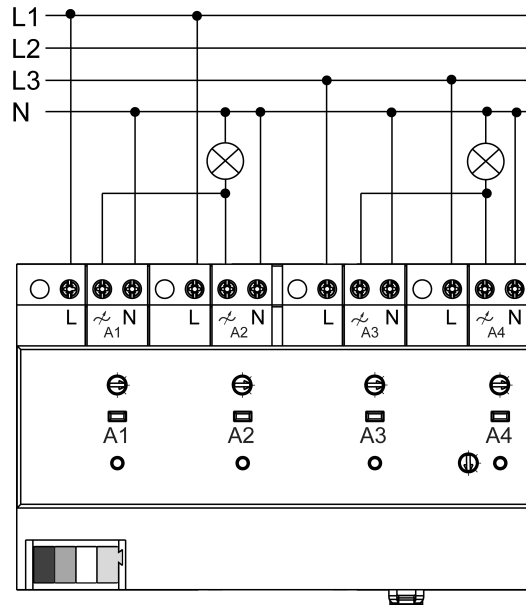

Figura 4: Esempio di connessione con due uscite parallele
- Collegare i carichi secondo l'esempio (Figura 4).